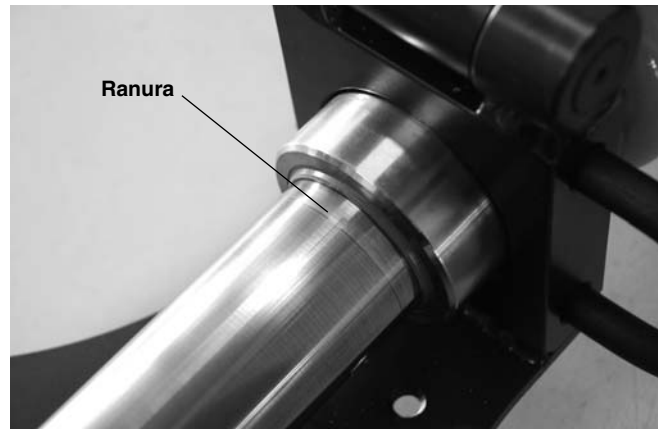

Figura 16 – Ranura en el ariete
Observe el ariete a medida que se extiende. Si usted puede ver una pequeña ranura en el ariete (*Figura 16*), no lo haga avanzar más para que no se dañe ni tenga fugas del líquido hidráulico.
4. Para ciertos diámetros de tubería (2 1/2 y 3 pulgadas Ø), deberá emplearse una extensión para el ariete con el fin de que sea capaz de efectuar una curvatura de 90 grados. Cuando la ranura en el ariete pueda verse (*Figura 16*), no avance más el ariete. Cerciórese de que el tubo está bien sujeto de tal forma que no se mueva o caiga. Gire la perilla de desenganche hasta la posición Retracción, y repliegue el ariete lo sufi-